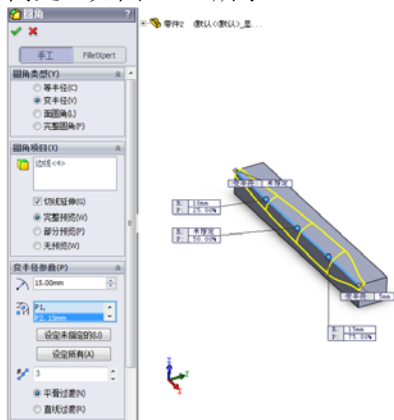

图 4-26 默认的变半径控制点
3. 单击  图标右侧的显示框, 然后在右面的图形区域中选择要进行变半径圆角处理的边线。此时, 在右面的图形区域中系统会默认使用 3 个变半径控制点, 分别位于沿边线的 25 %、50 % 和 75 % 的等距离处, 如图 4-26 所示。